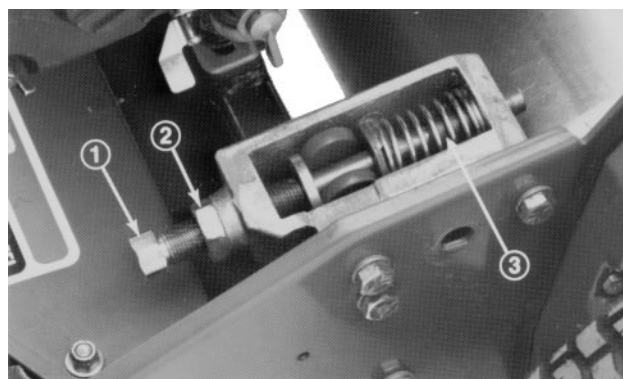
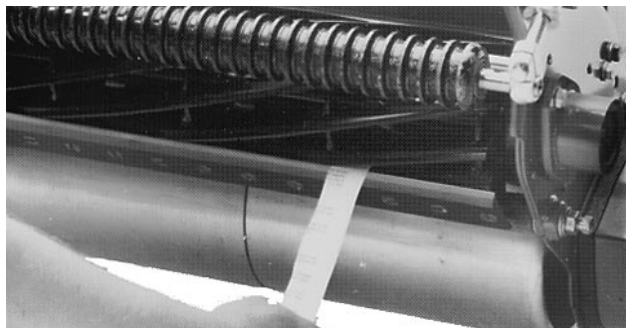

Fig. 4
Fig. 5
7. Allentare le quattro viti del cuscinetto a rulli e la vite di fissaggio della puleggia folle. Alzare od abbassare il lato destro del gruppo rullo fin quando la luce non sarà inferiore a 0,25 mm. Avvitare le viti del cuscinetto a rulli, regolare la tensione della cinghia ed avvitare la vite di fissaggio della puleggia folle (Fig. 4).
1. Posizionare la macchina su un piano di lavoro orizzontale e verificare che non vi sia contatto con il cilindro allentando i controdadi delle viti di regolazione della controlama e facendo girare le viti in senso antiorario (Fig. 4).
3. Da un lato della parte frontale del cilindro inserire una lunga striscia di giornale tra il cilindro e la controlama (Fig. 5). Fare girare lentamente il cilindro in avanti e nel contempo avvitare la vite di regolazione della controlama (dallo stesso lato del cilindro), un lato piatto per volta, fin quando la carta non viene leggermente 'pizzicata' se inserita dal davanti e parallela alla controlama, causando una lieve resistenza quando si tira la carta (Fig. 4).
5. Dopo la regolazione verificare se il cilindro pizzica la carta quando viene inserita dal davanti e se la taglia quando viene inserita ad angolo retto rispetto alla controlama (Fig. 5). Si deve potere tagliare la carta con un minimo contatto tra controlama e lame del cilindro. Se la resistenza è eccessiva occorre effettuare la lappatura o affilare l'apparato di taglio fino ad ottenere il tagliente necessario per un taglio di precisione (vedi manuale di affilatura del cilindro Toro).
AVVISO: Fare attenzione se si toglie la controbarra in quanto le molle delle viti di regolazione (Fig. 4) sono sotto tensione e possono scaricarsi all'improvviso.